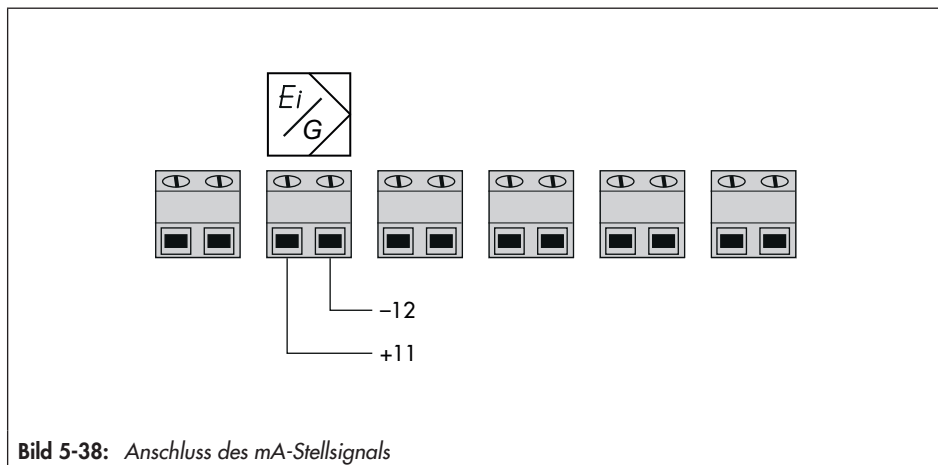

Bild 5-38: Anschluss des mA-Stellsignals
- Hilfsenergie (mA-Stellsignal) nach Bild 5-38 anschließen.